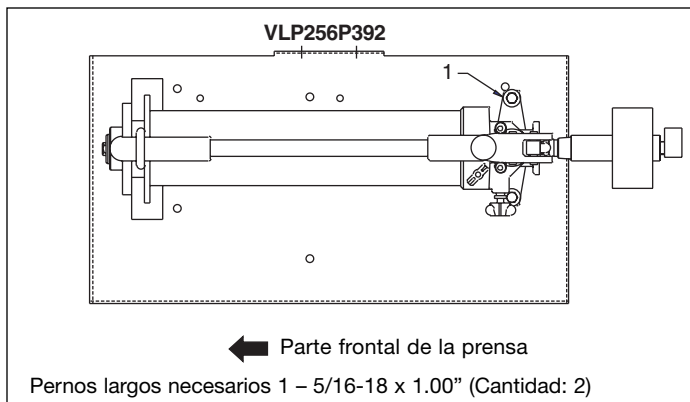

Figura 2, Bomba manual
1. Montare la **pompa manuale** alla tavola in due posizioni usando l'hardware fornito. Vedere la Figura 2.
1. Montar la **Bomba Manual** en la mesa en dos posiciones utilizando la tornillería suministrada. Ver Figura 2.